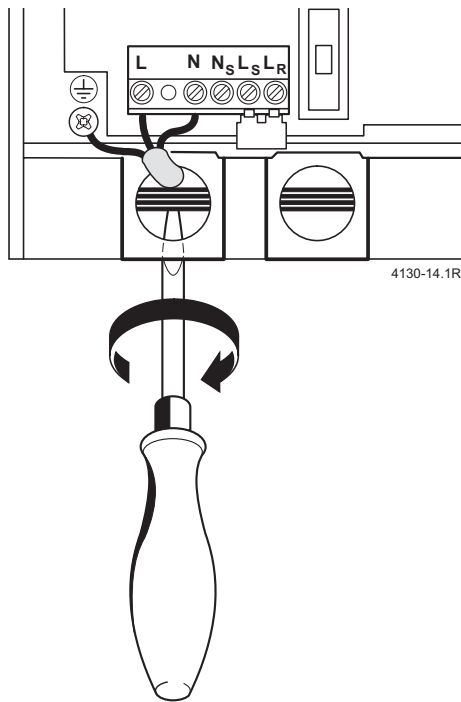

Figura 12
- Pasar el cable por el retenedor y conectarlo según figura 12.